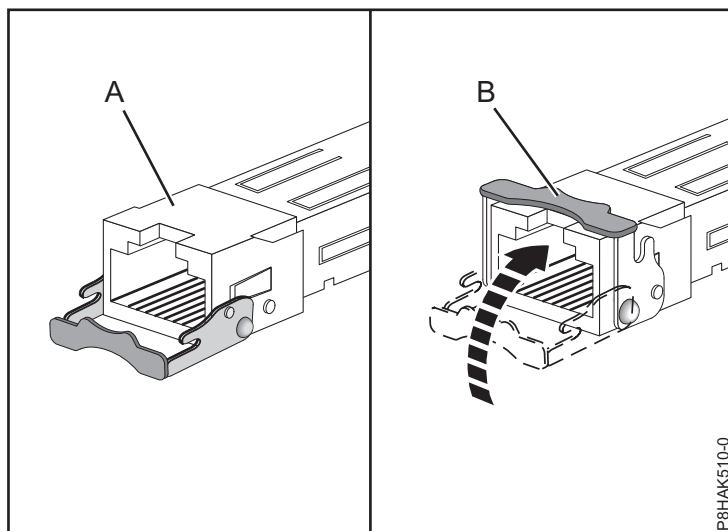

Figura 40. Substitució dels transceptors SFP a l'adaptador
- c. Amb el pestell **(B)** en posició d'obert, empenyeu el pestell fent-lo rotar i traient-lo de la targeta tal com es mostra a la Figura 40 a la pàgina 64.